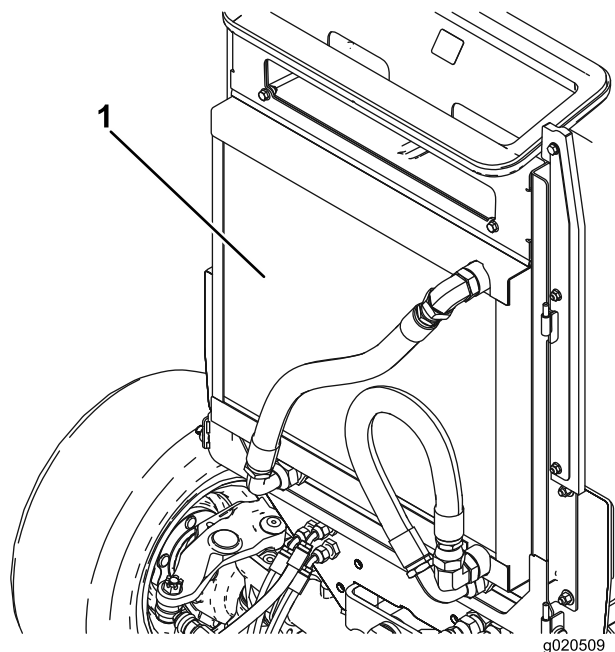

**Figure 85**
3. Déverrouillez et ouvrez la grille arrière (Figure 85).